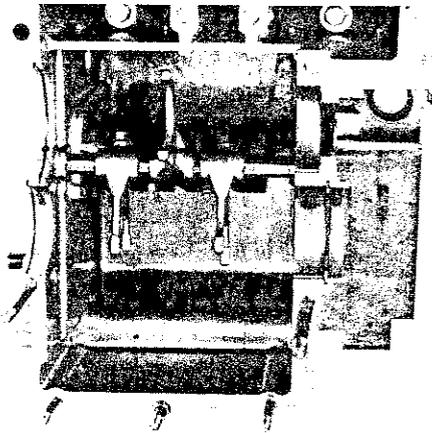
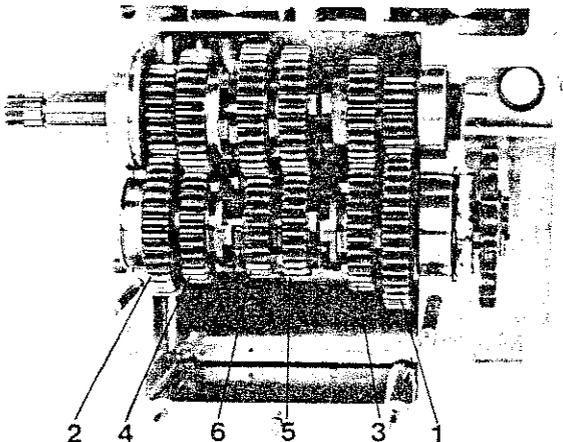

Fig. 138
Fig. 139
- 2) Osservare la disposizione delle forcelle (identiche fra loro) (Fig. 138), curando che quando si montano gli alberi con gli ingranaggi, esse si impegnino correttamente nelle scanalature (Fig. 139).
- 2) Note the location of the gear shift forks (each fork is identical to the others) (Fig. 138), taking care to correctly fit the guide pins in their grooves when fitting the shafts with the gears (Fig. 139).